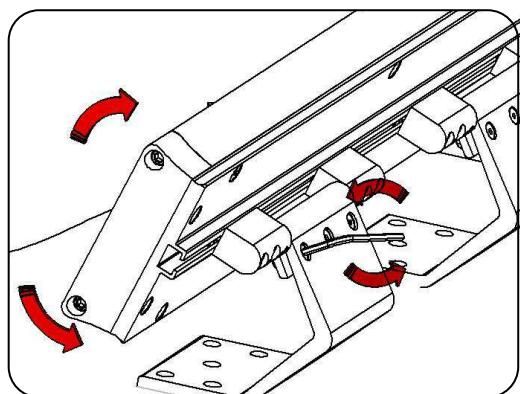

Fig. 4
F. Direct the projector as required. To do so, loosen the 6 screws indicated in figure 4, place the projector in the required position and tighten the screws.
F. Orientez le projecteur en fonction de vos besoins ; pour ce faire, dévissez les 6 vis signalées sur la figure 4, posez-les sur la position voulue, puis refitez de nouveau les vis.